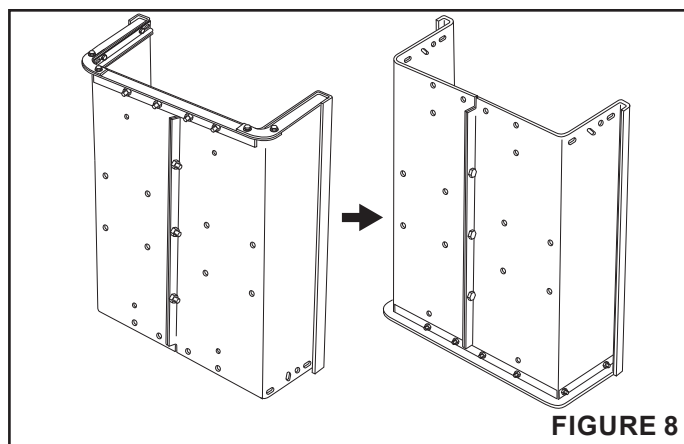

FIGURE 8
ÉTAPE 8 : (VOIR FIGURE 8)
- Placez le plateau du chariot à la verticale, l'arrière reposant au sol, conformément à l'illustration de la figure 8.